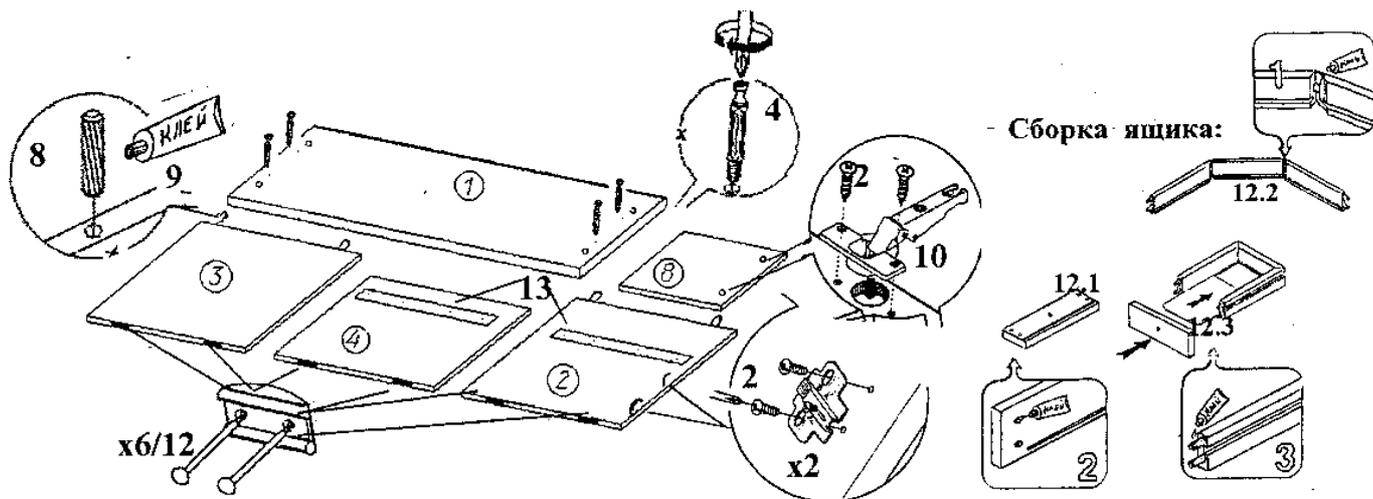

Рис. 16. Сборка стола.
На крышку(1) закрутить дюбели 4 (рис.16.). На стенки(2,3) в соответствующие отверстия вставить шканты 8 с клеем 9. Закрепить на стенки(2,4) направляющие 13 шурупами 1. На дверь(8) закрепить две петли 10 шурупами 2. На стенку(2) закрепить две планки петли 10 шурупами 2. На стенки(2,3,4) закрепить наконечники 6 гвоздями 3. Собрать ящик из корпуса(12.2), дна(12.3), передней стенки(12.1) с помощью клея 9. Закрепить ручку 11 на ящик.